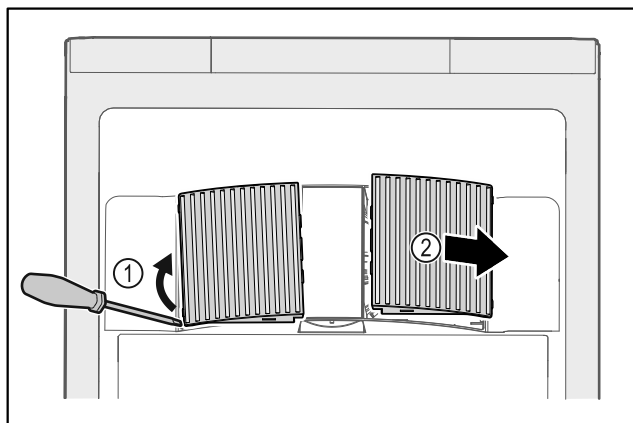

Fig. 176
- ▶ Oprezno podignite ventilatorske pokrove sa strane Fig. 176 (1) i skinite ih prema naprijed Fig. 176 (2).